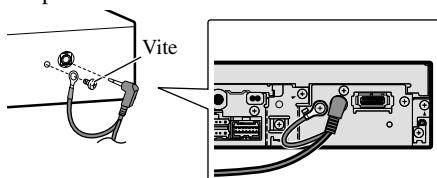

Fig. 7
1. Collegamento del cavo ottico e del cavo di terra all'unità principale. (Fig. 7)